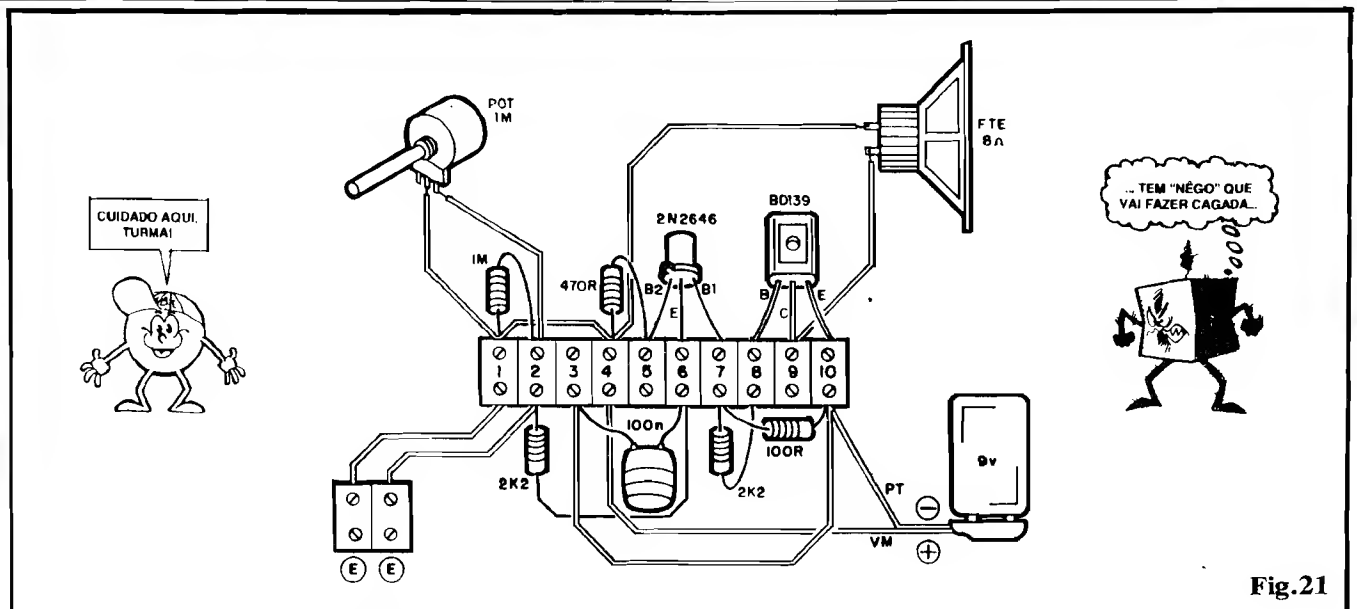

Fig.21
- **FIG. 21** - "Chapeado" da montagem experimental, com todos os componentes e suas interligações feitas "em cima" de uma barra de conexão tipo "Sindal", com 10 segmentos... Observar a numeração atribuída aos segmentos da barra, para facilitar a identificação de cada ponto de ligação e a verificação de "o que está ligado onde". Atenção ao posicionamento do 2N2646 e do BD139, aos valores dos resistores (em função das posições que ocupam na barra) e aos **jumper**s (simples pedaços de fio interligando segmentos específicos). Cuidado também com a polaridade da alimentação: fio vermelho (**positivo** vindo da bateria, ao segmento 4, e fio preto (**negativo**) ao segmento 10. Observar o par de segmentos destacados, E-E (ligados aos segmentos 1-2 da barra principal), e que destinam-se justamente a receber as conexões do "Resistor Dependente" que vamos submeter à Experiência. **NÃO** ligar a bateria ao respectivo "clip" sem antes conferir **tudo** com extrema atenção e cuidado.